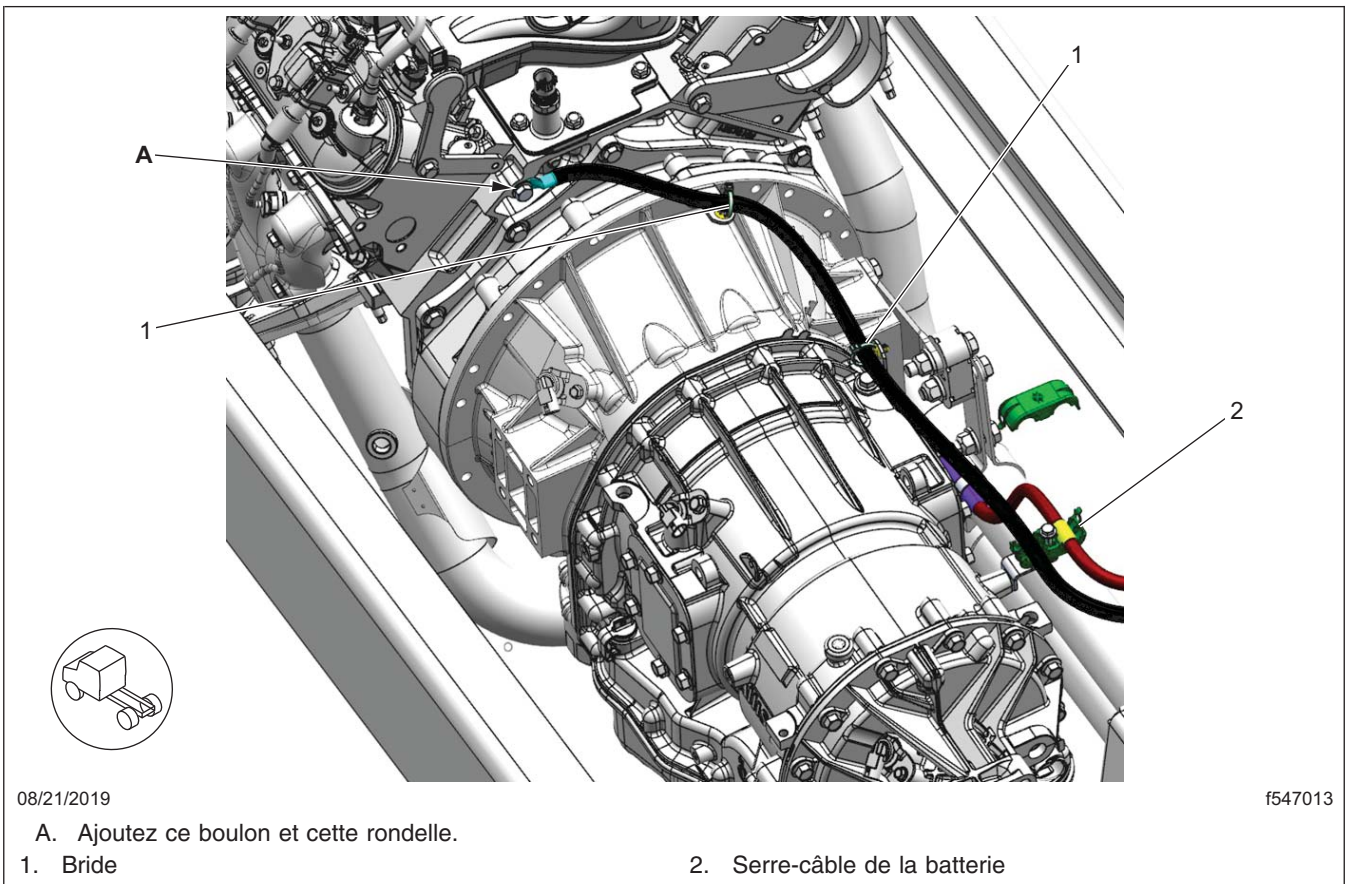

Fig. 6, Acheminement du câble, installation standard
18. Avec un nouveau boulon et une nouvelle rondelle, installez le nouveau câble de masse de la batterie du moteur et le fil de masse du faisceau de fils du moteur, comme illustré à la **figure 6** pour une installation standard.